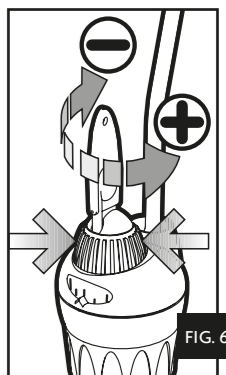

FIG. 6
- 8- Tenir le bouton de réglage principal (bleu) avec une main pour éviter à l'échelle de se déplacer de celle-là déjà fixée sur le point de repère et tourner le bouton de post-calibrage (orange) vers + si la valeur de la température que vous avez mesurée est plus basse de celle-là indiquée en correspondance du point de repère, ou vers - en cas la température mesurée est supérieure à celle indiquée par le point de repère (fig. 6). Le bouton de post-étalonnage peut être réglé sur 6 diverses positions, 3 vers le + et 3 vers le -. Chaque position correspond à peu près à 1°C. Si on a réglé le chauffe-eau sur une température de 24° et on mesure 22°C, il suffit de tourner le bouton de post-étalonnage 2 positions vers +.
- d. houd de blauwe draairegelaar vast op de ingestelde waarde en draai de oranje draaiknop ten op + of - afhankelijk van het gemeten temperatuur (afb. 6). In elk richting (+ en -) kan maximaal tot 3 graden worden afge. 6). In elk richting (+ en -) kan maximaal tot 3 graden worden aangepast. Dat kan in drie stappen van elk 1 graad Celsius. Er is een voelbare click bij het bereiken van elk stap. Is het thermostaat bij voorbeeld ingesteld op 24 graden en er worden maar 22 graden gemeten houd u de blauwe regelbaar op 24 graden vast, terwijl u de oranje draaiknop om 2 posities tegen u draait. Een ijken kan alleen binnen een band van zes graden gebeuren, 3°C naar + en 3°C naar -. PROBEER ER NOOIT VERDER DAN DREI STAPPEN IN EEN RICHTING TE DRAAIEN!
- d. Mantenga el botón de regulación principal (azul) con una mano para evitar que a la escala que se desplace de la ya fijada en el punto que marca y girar el botón de post calibración (naranja) hacia + si el valor de la temperatura que ha medido es más baja que la que se indica en el punto de referencia, o hacia - en el caso en que la temperatura obtenida sea superior a la indicada en el punto de referencia (fig. 6). El botón post-calibración se puede regular sobre 6 posiciones diferentes, 3 hacia el + y 3 hacia el -. Cada posición corresponde más o menos a 1°C. Si el termocalentador se ha regulado sobre una temperatura de 24° y se ha obtenido una temperatura de 22°C, basta con girar el botón de post-calibración 2 posiciones hacia +.